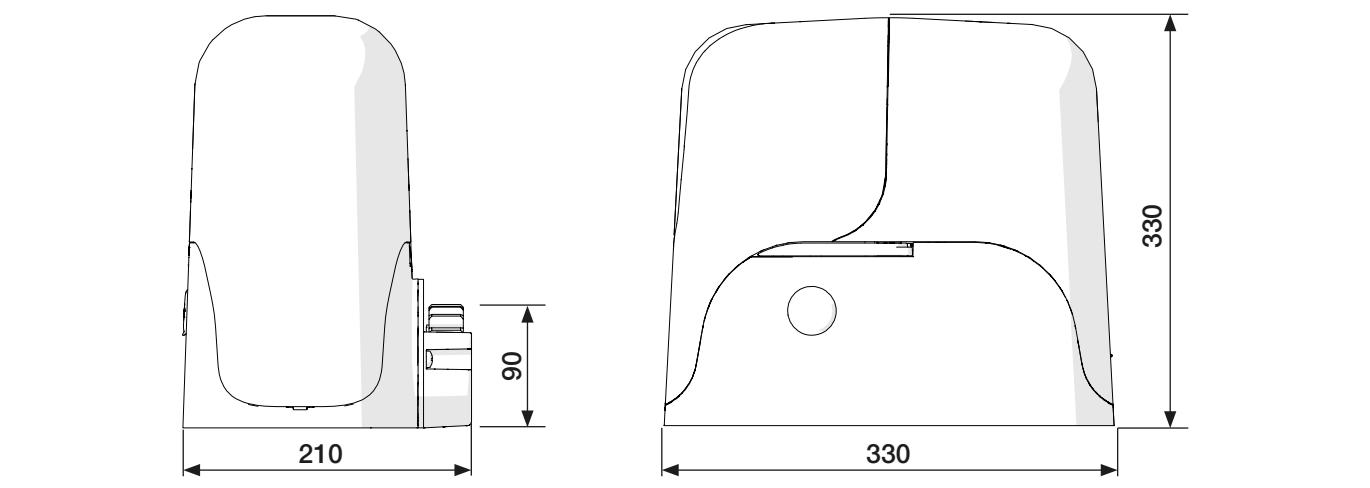

Fig. 2 IT - Installazione tipica
Na rys.2 przedstawiono tytułkiem przykładu typowy sposób instalacji:
- W przypadku uszkodzeń lub braku zasilania: W oczekiwaniu na interwencję Państwa instalatora lub na powrót energii elektrycznej, jeśli instalacja nie jest wyposażona w baterię rezerwową, system automatyki może zostać uruchomiony jako urządzenie niezautomatyzowane. W tym celu należy przeprowadzić odblokowanie ręczne (rys.2).
Odblokowanie i przesuwanie ręczne: przed wykonaniem tej czynności, należy zwrócić uwagę na fakt, iż odblokowanie może mieć miejsce tylko wtedy, gdy skrzydło jest nieruchome (rys.2).